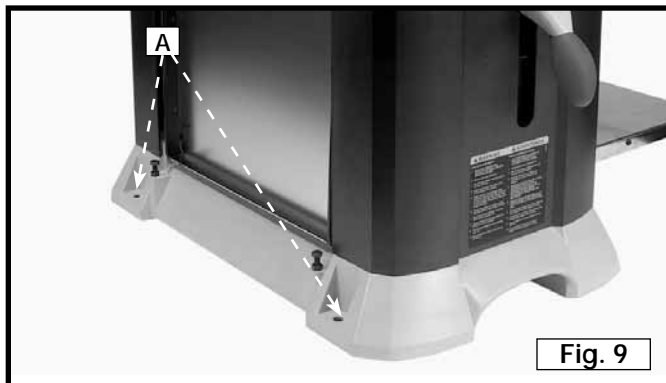

Fig. 9
**⚠PRECAUCIÓN:** Si durante el funcionamiento hay cualquier tendencia a que la cepilladora vuelque, se deslice o se desplace sobre la superficie de soporte, la cepilladora debe sujetarse firmemente a la superficie de soporte utilizando los cuatro agujeros de la base de la máquina, dos de los cuales se muestran en (A), Fig. 9. Utilice la cepilladora solamente sobre una superficie nivelada y plana.
Si se monta en la base de soporte accesorio modelo 50-326 ó 50-322, coloque la cepilladora sobre la base de soporte y alinee los cuatro agujeros de la base de la máquina, dos de los cuales se muestran en (A), Fig. 9, con los cuatro agujeros de la parte superior de la base de soporte. Coloque el perno de brida de cabeza de carruaje a través de los agujeros de la cepilladora y de la base de soporte, enrosque la tuerca con brida en el perno de brida de cabeza de carruaje y apriétela firmemente.